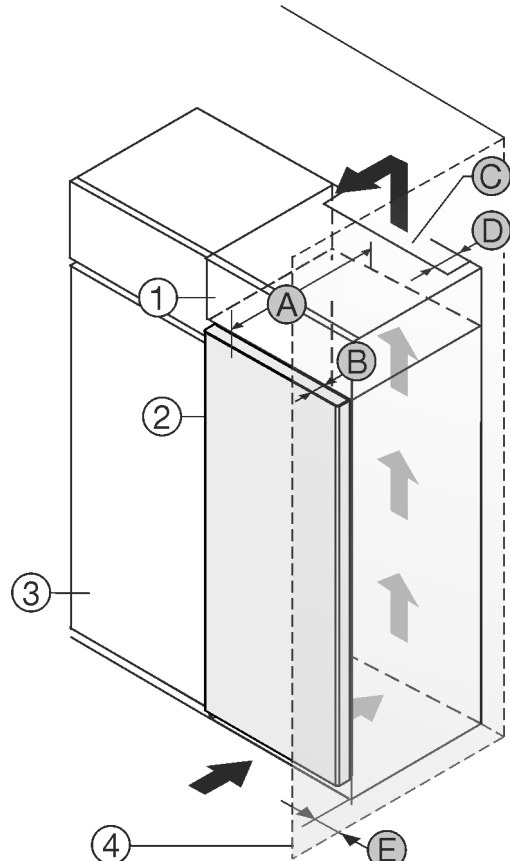

Fig. 1
Statykite prietaisą iš karto šalia virtuvės spintelės Fig. 1 (3)*. Galinėje uždedamos spintelės pusėje turi likti tarpas ventiliacijai, kurio gylis Fig. 1 (D) būtų per visą uždedamos spintelės plotį.*
Po patalpos lubomis turi būti laikomasi vėdinimo angos skerspjūvio Fig. 1 (C)*.
Jei prietaisai su lankstais statomi greta sienos Fig. 1 (4), mažiausias atstumas tarp prietaiso ir sienos turi būti 13 mm.*
Jei prietaisai su lankstais statomi greta sienos Fig. 1 (4), mažiausias atstumas tarp prietaiso ir sienos turi būti 57 mm. Tai atitinka rankenų išsikišimą esant atvertoms durims.*